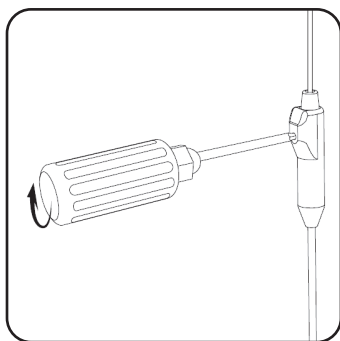

Afbeelding 18. Zorg dat de lead volledig in het connectorblok van de percutane verlengkabel is ingebracht.
4. Steek de lead in het connectorblok van de percutane verlengkabel tot deze goed is geplaatst en de lead niet verder kan worden ingebracht. Merkteken D op de lead moet in de trekcontasting van de percutane verlengkabel zitten (**afbeelding 18**). De retentiemoef op de tined lead moet onder de stelschroef van de percutane verlengkabel worden geplaatst.